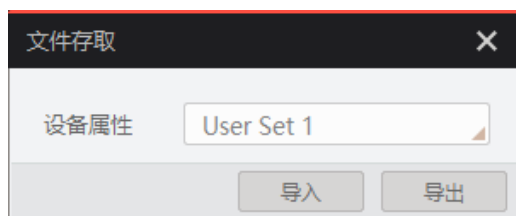

图8-10 导入或导出
2. 在弹出的文件存取对话框中，选择需要存取的设备属性，单击导入或导出即可，如图 8-10 所示。